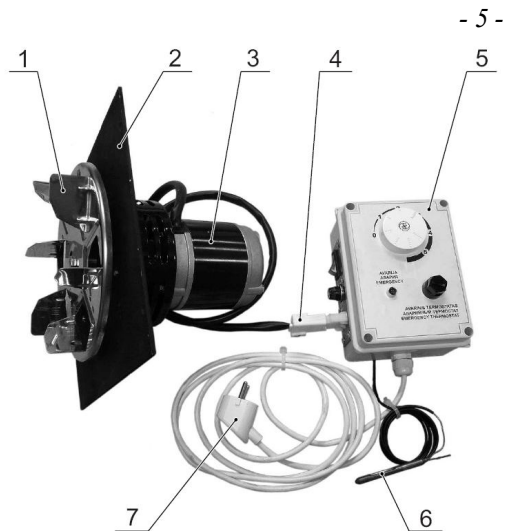

Рис.1 Узел дымососа:
4. К декоративной обшивке котла прикрепить пульт управления (5, см.рис. 1), как показано на видах рис.4.
6. Капилляр аварийного термостата (6, см. рис. 1) всунуть в предназначенное для этого гнездо, приваренное к корпусу котла (см. Технический паспорт котла), и крепить к задней обшивке пластмассовыми стяжками.
Крыльчатку дымососа (1, см. рис. 1) необходимо периодически чистить от отложений (сажи, смол), толщина которых не должна превышать 1 мм. Чистить осторожно, недеформируя и неповреждая поверхность. Для чистки затвердевших отложений использовать химические чистящие средства: шведской фирмы „Fauch 300“ или предназначенных для чистки стекла каминов.